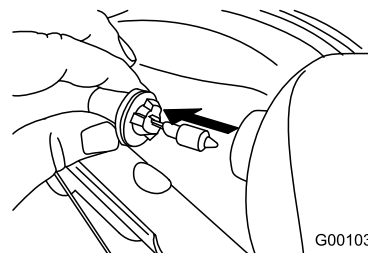

Bild 54
3. Nehmen Sie die Glühbirne hinten am Scheinwerfer gerade heraus (Bild 54).